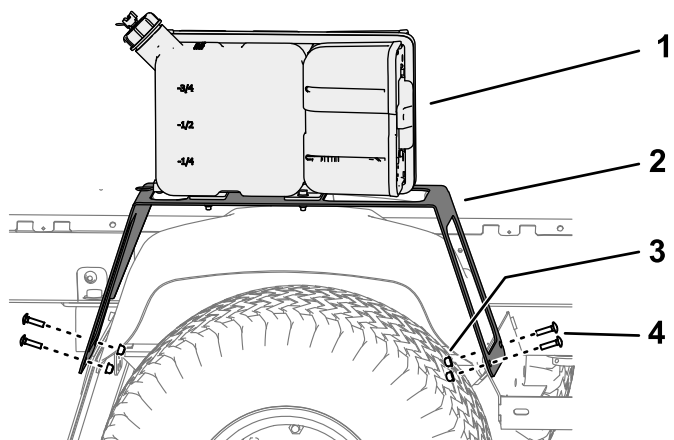

图 6
3. 将支撑托架前腿上的孔与挡泥板托架和挡泥板上的孔对齐 图 6。
- 如 图 6 所示用 2 个车身螺栓 5/16 x 1-1/4 英寸和 2 个凸缘锁紧螺母 5/16 英寸将支撑托架安装到挡泥板托架和挡泥板上。
- 将支撑托架后腿上的孔与防溅罩、挡泥板托架和挡泥板上的孔对齐 图 6。
- 如 图 6 所示用 2 个车身螺栓 5/16 x 1-1/4 英寸和 2 个锁紧螺母 5/16 英寸将支撑托架安装到防溅罩、挡泥板托架和挡泥板上。